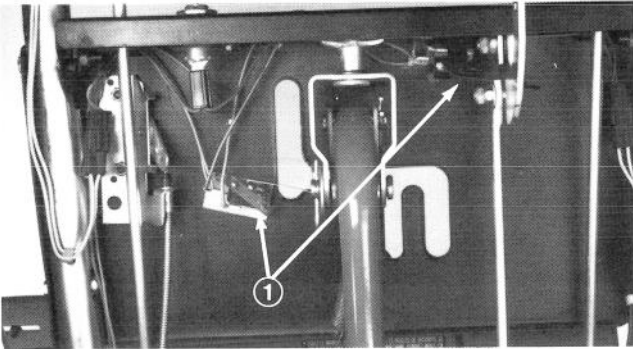

Fig. 41
1. Løsn de to skruer og låsemøtrikker der fastholder det drejelige beslag til instrumentpanelet (Fig. 41).
2. Hastigheden i 1. gear reduceres ved at flytte beslaget til højre (Fig. 41). Modsat, hastigheden øges i 1. gear, hvis beslaget flyttes til venstre.
3. Når den ønskede justering er opnået, stram da de to skruer og låsemøtrikker (Fig. 41). Kontroller at ingen af kablerne er blevet fastklemt mellem panelet og kabelholderen.